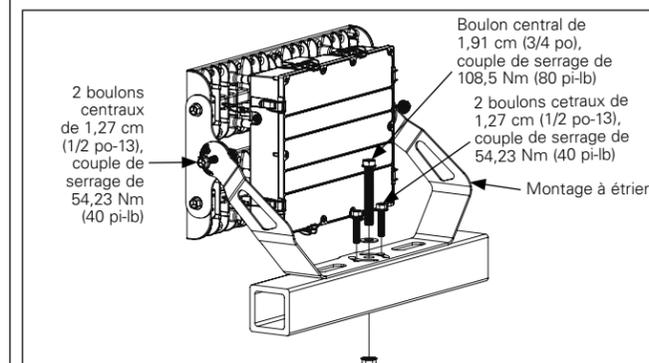
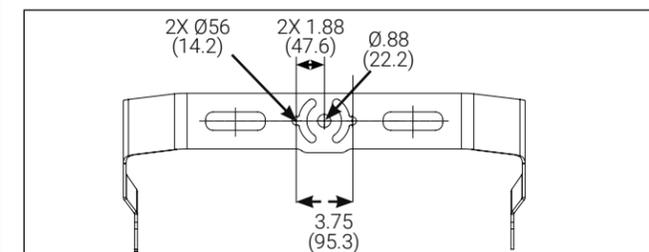

Figure 1.
Figure 2.
Montage à étrier (figure 1)
- Montez le luminaire sur une surface assurant un contact maximal sur la surface inférieure de l'étrier, comme illustré à la figure 1. Utilisez le motif de trous fourni à la figure 2 pour aligner correctement l'étrier avec le trou central et les 2 fentes de 1,47 cm (0,58 po) avec un espacement de 9,53 cm (3,75 po).
Remarque : N'inversez pas l'étrier et ne le montez pas dans une autre orientation que celle illustrée à la figure 1.
- Dévissez les deux (2) boulons du centre sans les retirer (fig. 1).